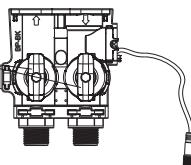
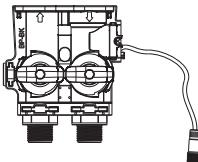

Рисунок 4
Рисунок 5
7) После завершения установки в соответствии с пунктом 4) проверьте, находится ли байпас в рабочем положении (рис. 4). Если байпас находится в состоянии байпаса (рис. 5), потяните шток в рабочее положение (рис. 4).